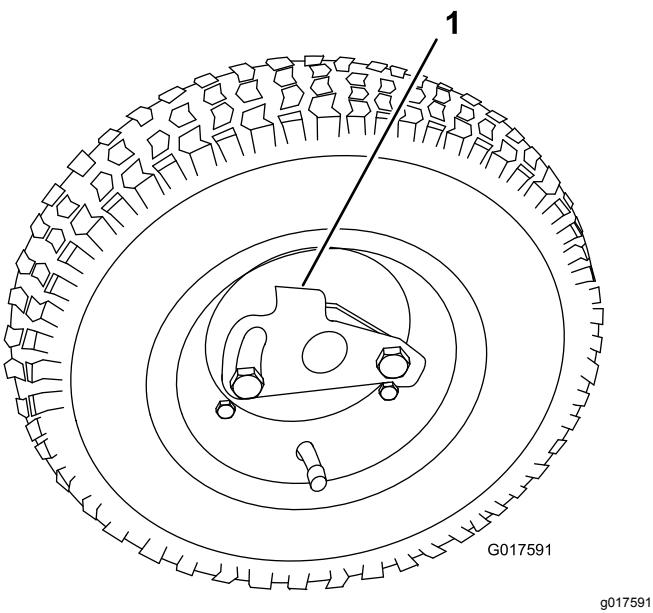

Figura 8
3. Gire o dispositivo de bloqueio da roda para fora do centro da roda permitindo que se afaste do eixo (**Figura 8**).